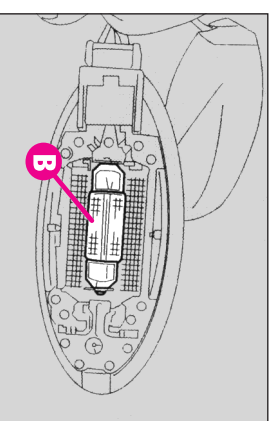

fig.55
-Înlocuiți becul (B-fig. 55) și asigurându-vă că noul bec se fixează corect între aceste legături.